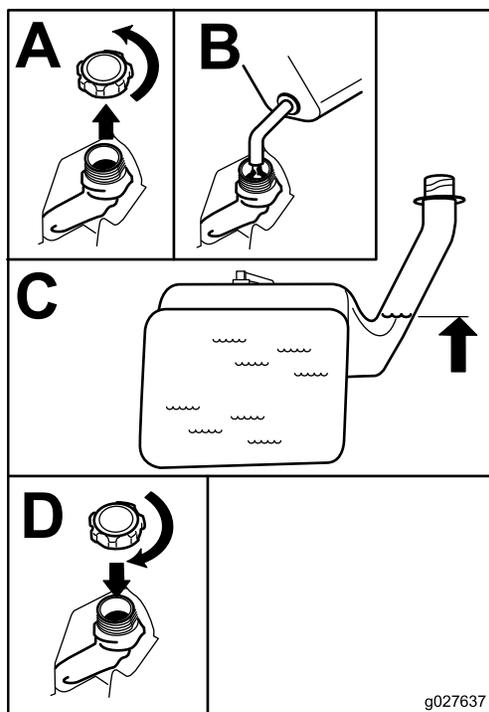

Figura 7
2. Añada combustible sin plomo **lentamente** hasta que el combustible llegue a la base del cuello de llenado Figura 7.